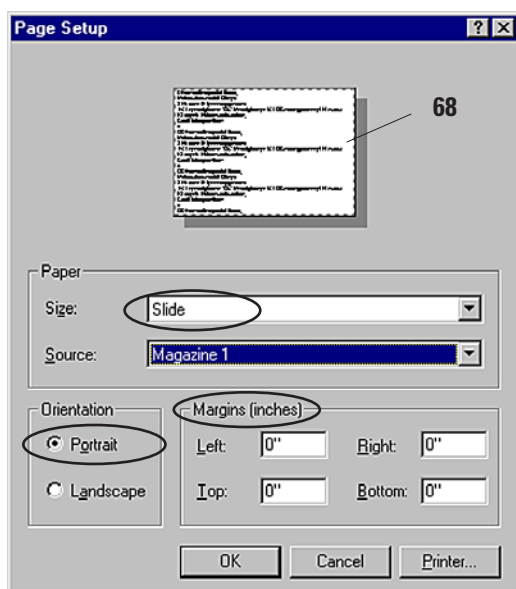

図 51
FILE --> PAGE SETUP をクリックすると、Page Setup ダイアログボックスが開きます（図 51）。
2. **MARGINS (inches)** で、すべての余白を「0」に設定します。印字範囲（68）が図 51 に示したように変更されます。
- **PAPER SIZE** メニューで、カセットのタイプ、つまり、カセットの印字可能領域のサイズを選択します。このメニューで選択するカセットタイプは、**PAGE SETUP** (図 51) で選択したカセットタイプと同じでなければなりません。